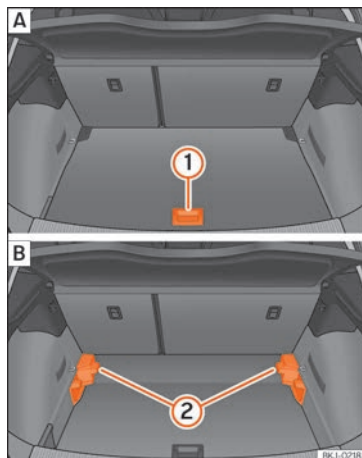

Abb. 139 Variabler Gepäckraumboden: **A** Hochstellung; **B** Tiefstellung.
- Um von der niedrigen in die hohe Position überzugehen, heben Sie den Boden am Haltegriff »» (Abb. 139) ① an und ziehen Sie ihn nach hinten, bis der vordere Teil des Bodens vollständig über den Halterungen ② liegt.
- Den Gepäckraumboden nun bis zum Anschlag an den Rücksitzlehnen nach vorne schieben und mit Hilfe des Haltegriffs ① absenken.
- Um von der hohen in die niedrige Position überzugehen, heben Sie den Boden am Haltegriff »» (Abb. 139) ① an und ziehen Sie ihn nach hinten, bis der vordere Teil des Bodens vollständig über den Halterungen ② liegt.
- Den vorderen Teil auf den Boden absenken und diesen bis zum Anschlag an den Rücksitzlehnen nach vorn verschieben und dabei den Boden gleichzeitig mit Hilfe des Haltegriffs ① absenken.
- Bei einem variablen Boden in hoher Position diesen am Haltegriff anheben >>> [Abb. 139] ①, daran ziehen und in Richtung der Rücksitzlehne bewegen bis der Boden an der Scharnierlinie eingeklappt wird und sich der bewegliche Teil des Bodens auf diesem befindet.